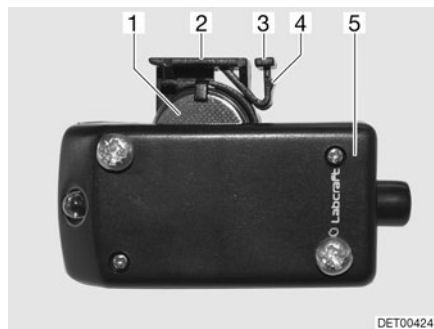

Fig. 238 Eclairage de la penderie avec compartiment de pile ouvert
- Repousser avec précaution la patte de retenue (Fig. 238,3) sur la partie supérieure de l'éclairage de la penderie (Fig. 238,5). Le bec (Fig. 238,4) est libéré sur patte de retenue.
- Tirer le support de pile (Fig. 238,2) vers le haut.
- Retirer la pile bouton (Fig. 238,1) du support.